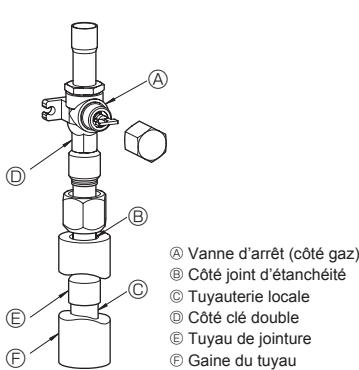

Fig. 4-3
- ③ Respecter la procédure suivante pour le raccordement des tuyaux côté gaz. (Fig. 4-3)
- Braser le tuyau de jointure ④ fourni pour l'appareil extérieur à l'aide du matériel de brasage acheté auprès d'un revendeur local et du tuyau local ⑤ sans oxygène.
- Connecter le tuyau de jointure ④ à la vanne d'arrêt côté gaz. Utiliser deux clés pour serrer le raccord conique.